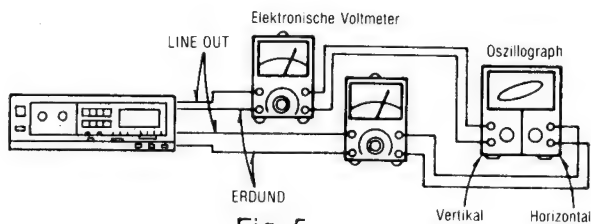

Fig. 5
5. Den Meßaufbau zeigt Fig. 5.